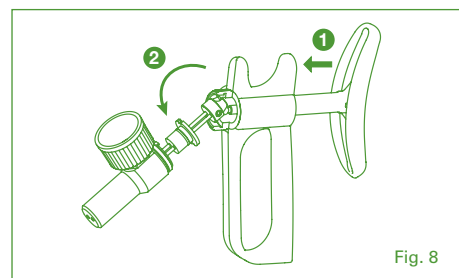

Fig. 8
Capovolgere la siringa, svitare il flacone (12), tenendo in mano il porta flacone (11). Svuotare il flacone o raccogliere il contenuto residuo. Svitare il fusto (10), tenendo la siringa in posizione di riposo. – in tal modo gli aghi (8) rimarranno all'interno e si eviteranno lesioni accidentali. Attivare lo stelo di spinta (1) (Fig. 8, ①) spingere delicatamente l'assemblaggio fusto-ago verso il basso (Fig. 8, ②) per separarlo dallo stelo di spinta. Far scorrere lo stelo fuori dal fusto. Far scorrere lo stelo all'esterno.
Gire la jeringa boca abajo y desenrosque el frasco (12) mientras sostiene el soporte del frasco (11). Vacíe el frasco o recoja el contenido residual. Desenrosque el cilindro (10) manteniendo la jeringa en posición relajada; esto mantendrá las agujas (8) dentro y evitará lesiones accidentales. Accione suavemente la varilla impulsora (1) (Fig. 8, ①) y empuje ligeramente hacia abajo el conjunto cilindro-agujas (Fig. 8, ②) para separarlo de la varilla impulsora. Extraiga el conjunto de agujas del cilindro. Extraiga la varilla impulsora.
Vire a seringa de cabeça para baixo e desenrosque o frasco (12), segurando o suporte do frasco (11). Esvazie o frasco ou recolha o conteúdo residual. Desenrosque o corpo (10), mantendo a seringa numa posição relaxada — isto manterá as agulhas (8) recolhidas no interior e evitará ferimentos acidentais. Acione a haste de acionamento (1) (Fig. 8, ①) com cuidado e empurre ligeiramente o conjunto corpo-agulhas para baixo (Fig. 8, ②) para o separar da haste de acionamento. Retire o conjunto das agulhas do corpo. Retire a haste de acionamento.